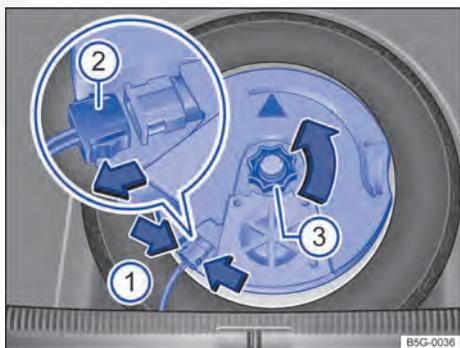

Fig. 213 No compartimento de bagagem: remover o subwoofer (variante 1).
- Para destravar o conector ⇒ Fig. 213 , comprimir as linguetas ⇒ Fig. 213 (setas ).
- Inserir o conector ⇒ Fig. 213  até que ele se trave de maneira audível.